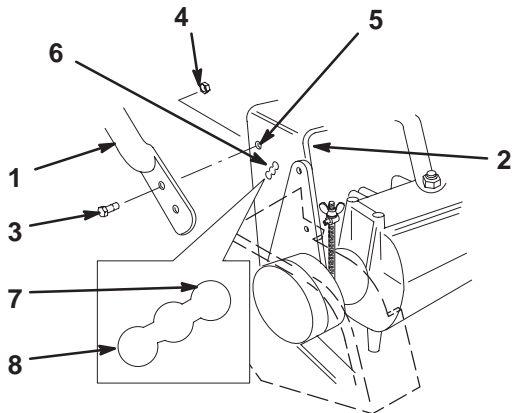

Bild 6
1. Richten Sie das Griffoberteil mit den oberen Befestigungslöchern im hinteren Chassis aus (Bild 6).
2. Sichern Sie jedes der oberen Befestigungslöcher mit einer Bundschraube (3/8 x 1 Zoll) und Bundmutter ab (Bild 6). Ziehen Sie die Schrauben auf 34 Nm an.
3. Wählen Sie die obere, mittlere oder untere Position als untere Befestigungsloch (Bild 6). So lässt sich das obere Griffteil an die Größe des Bedieners anpassen.
4. Sichern Sie jedes der oberen Befestigungslöcher mit einer Bundschraube (3/8 x 1 Zoll) und Bundmutter ab (Bild 6). Ziehen Sie die Schrauben auf 34 Nm an.